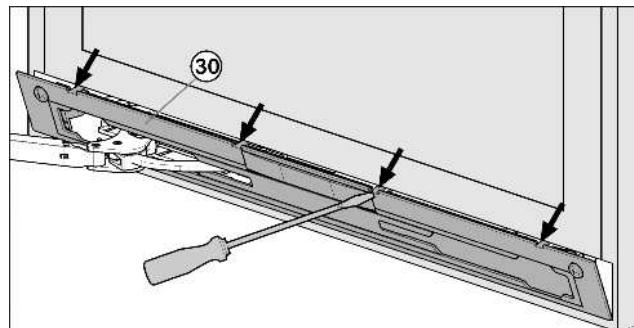

Fig. 11
- Выведите накладку Fig. 11 (30) из зацепления и снимите ее с помощью шлицевой отвертки.